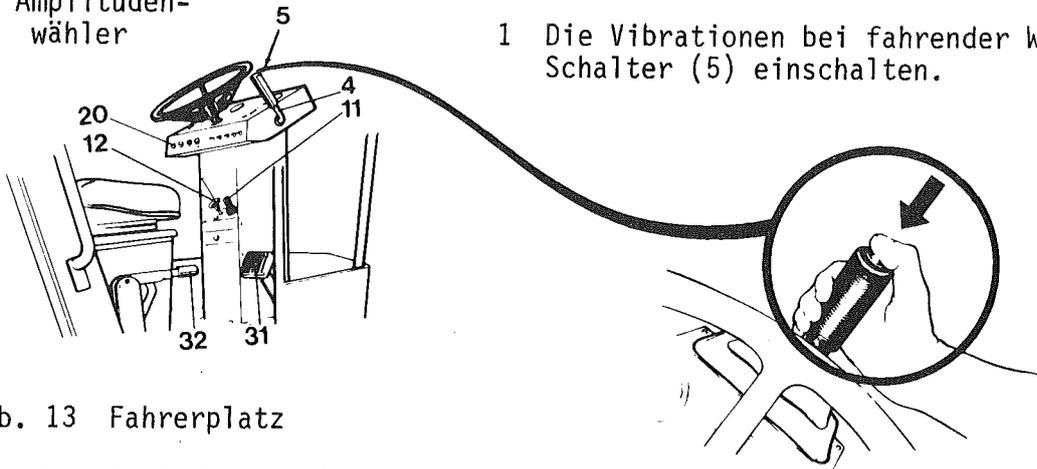

Abb. 13 Fahrerplatz
(Siehe Abb. 13.) Normalerweise wird mit dem Vor-/Rückwärtshebel (4) gebremst. Die hydrostatische Kraftübertragung hält die Walze an, wenn der Hebel in der NEUTRALSTELLUNG steht.
(Siehe Abb. 13.) Für schnelles Abbremsen (in Not-situationen) ist die Walze mit einer Fußbremse (31) ausgerüstet, die auf die Bremstrommeln der Hinterräder wirkt.
(Siehe Abb. 13)